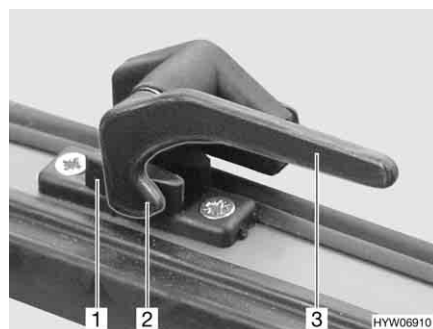
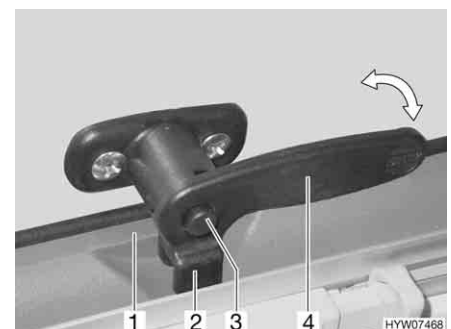

Bild 75 Låsarm utan låsknapp i läget "stängd"
Bild 76 Låsarm med låsknapp i läget "stängd"
- Tryck på låsknappen (Bild 76,3) vid behov och håll den nedtryckt.
- Sväng låsarmen (Bild 75,3 eller Bild 76,4) ett kvarts varv mot fönsterkarmen. Låsspaken (Bild 75,2) sitter helt på insidan av fönsterlåset (Bild 75,1) eller fästdelen (Bild 76,2) på låsarmen sitter helt på insidan av fönsterlåset (Bild 76,1).
- I läget "helt stängt" (Bild 75 eller Bild 76)